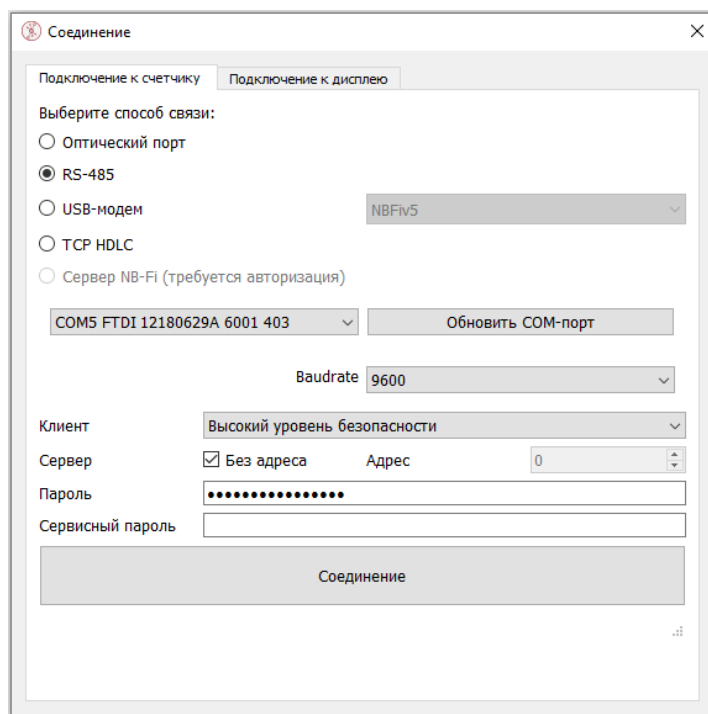

Рис. 4.3
1. Выбрать способ связи «RS-485» (см. Рис. 4.3).